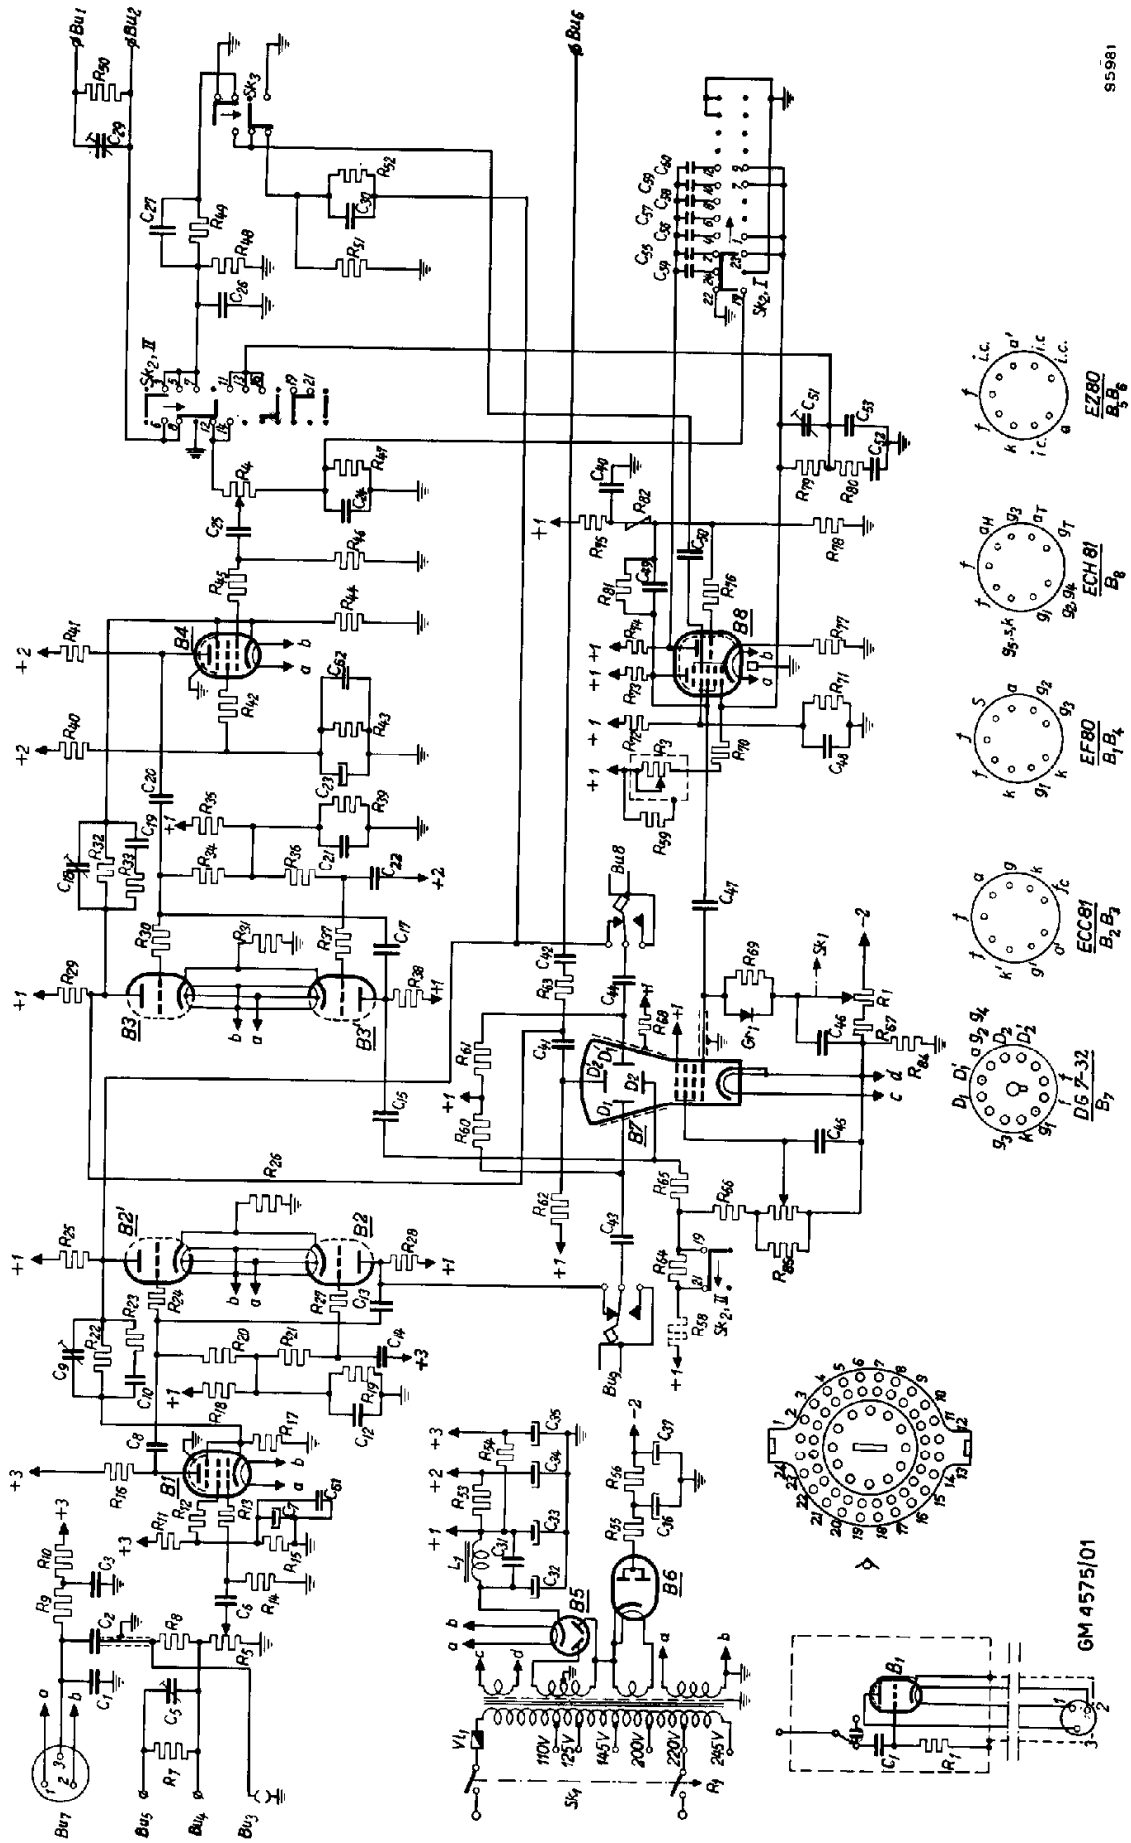

Fig. 6. Schema van de oscillograaf GM 5655/03 (wijzigingen voorbehouden)
Voor b.v. het weergeven van verschijnselen met een frequentie die buiten het frequentiebereik van de versterker valt, of bij gebruik van de PHILIPS elektronenschakelaar GM 4580 kan men een spanning rechtstreeks (d.w.z. via een condensator van 0,1 μF ; C_{43} en C_{44} in fig. 6) op de verticale-afbuigplaten
N.B. Men dient er rekening mee te houden dat tijdens metingen met de meetkop de bus Bu_3 (aarde) niet kan worden gebruikt. Wanneer in Bu_3 een stekker is geplaatst, is nl. het ingangfilter van de meetkop kortgesloten (zie ook het schema, fig. 6). Als aardpunt moet men nu de aardaansluiting op de meetkop gebruiken.